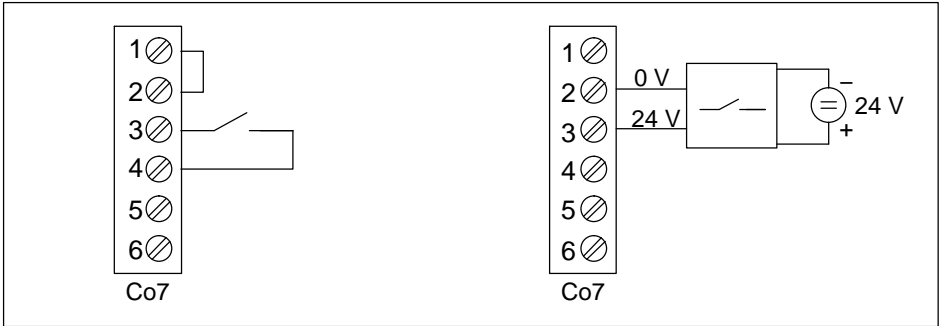

Fig. 5.6 Déclenchement externe du signal de contrôle
- avec un bouton externe ou un contact relais sur le bornier Co7, broches 3 et 4 (voir Fig. 5.6).
- avec une tension externe (5 V...30 V) sur le bornier Co7, broches 2 et 3 (voir Fig. 5.6). L'entrée est sans potentiel grâce à l'opto-coupleur.